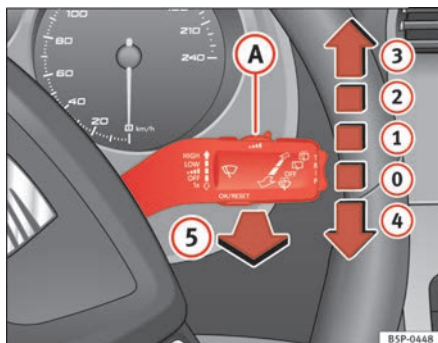

Abb. 84 Scheibenwischer- und Scheibenwischerhebel
Der Scheibenwischerhebel ⇒ Abb. 84 hat folgende Stellungen:
• Wenn bei eingeschalteter Wischerstufe   $\Rightarrow$  Seite 127, Abb. 84 oder  das Fahrzeug anhält, wird automatisch auf die nächste Stufe heruntergeschaltet. Fährt das Fahrzeug wieder an, wird erneut auf die eingestellte Wischerstufe hochgeschaltet.